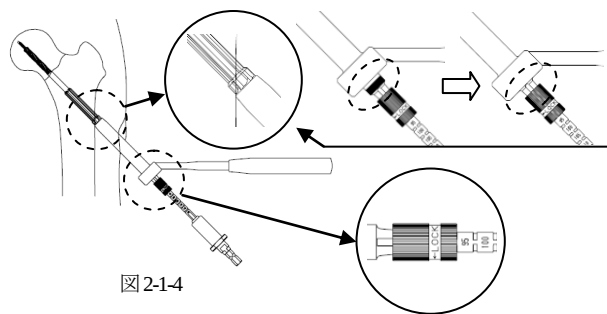

図 2-1-4
- 2.4 ガイドピンデプスゲージ計測長より10mm 差し引いた位置に TLS 用ステップリーマのストッパー位置を調整し、後端にパワービンアダプタ（S）を装着し、TLS 用シングルドリルスリーブを介してリーミングを行います。TLS 用ステップリーマのマーキング部が TLS 用シングルドリルスリーブに隠れるところを目安に、ステップ刃のカウンターシンク部までリーミングします。（図2-1-4）